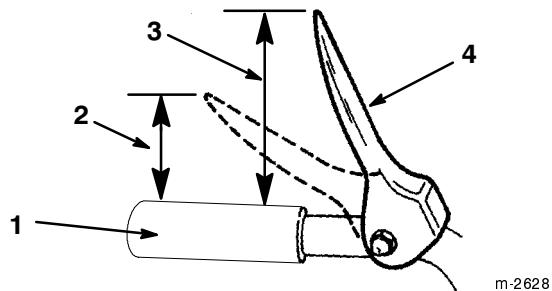

Figure 10
- Vérifiez la distance entre l'extrémité de la manette de tarière/roue hélice et la poignée du mancheron. L'écartement doit être d'environ 10 cm (Fig. 10).
Remarque : La résistance augmente de manière perceptible lorsque la courroie devient tendue (à peu près à mi-course de la manette). Le réglage est correct si la résistance **commence** à augmenter quand le bout de la manette de commande de tarière/roue hélice se trouve à une distance de 5 cm de la poignée (Fig. 10).